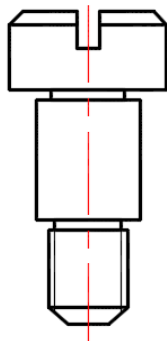

图 5-25 旋转 90° 后的图形效果
④ 指定旋转角度为 90°,最后旋转得到的带肩螺钉图形效果如图 5-25 所示。